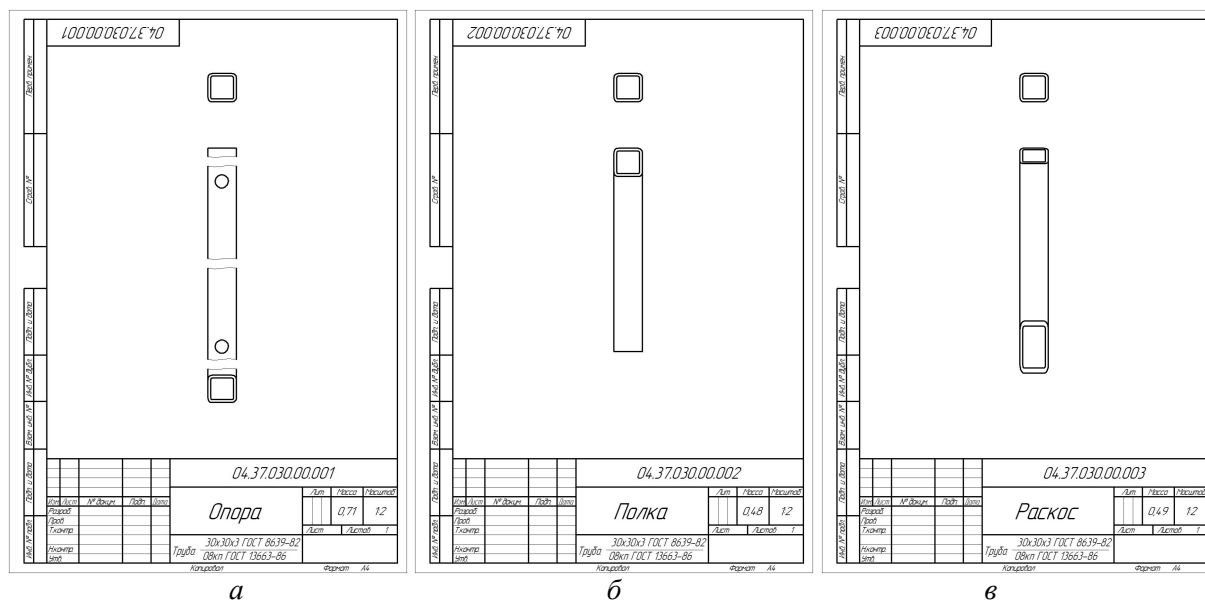

Рис. 12.2. Первичные рабочие чертежи деталей: а – «Опора»; б – «Полка»; в – «Раскос»
2. Нажмите кнопку «Сохранить» . В результате будут сформированы первичные рабочие чертежи деталей «Опора», «Полка», «Раскос», и система вернется обратно к файлу 3D-модели «Кронштейна» (рис. 12.2).